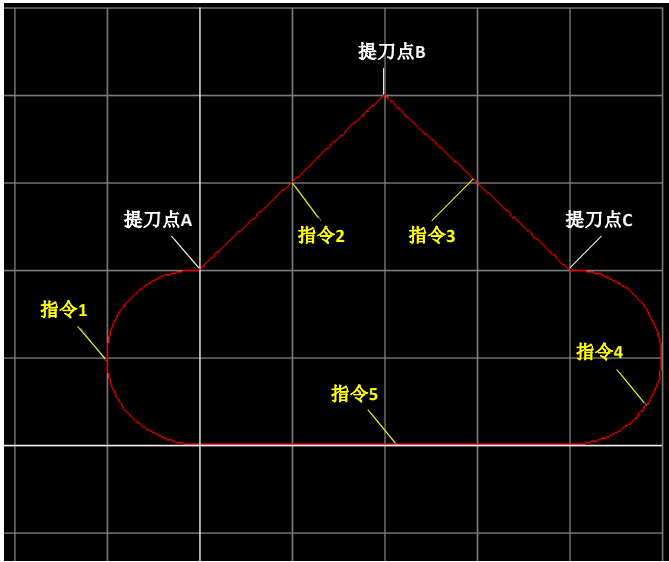
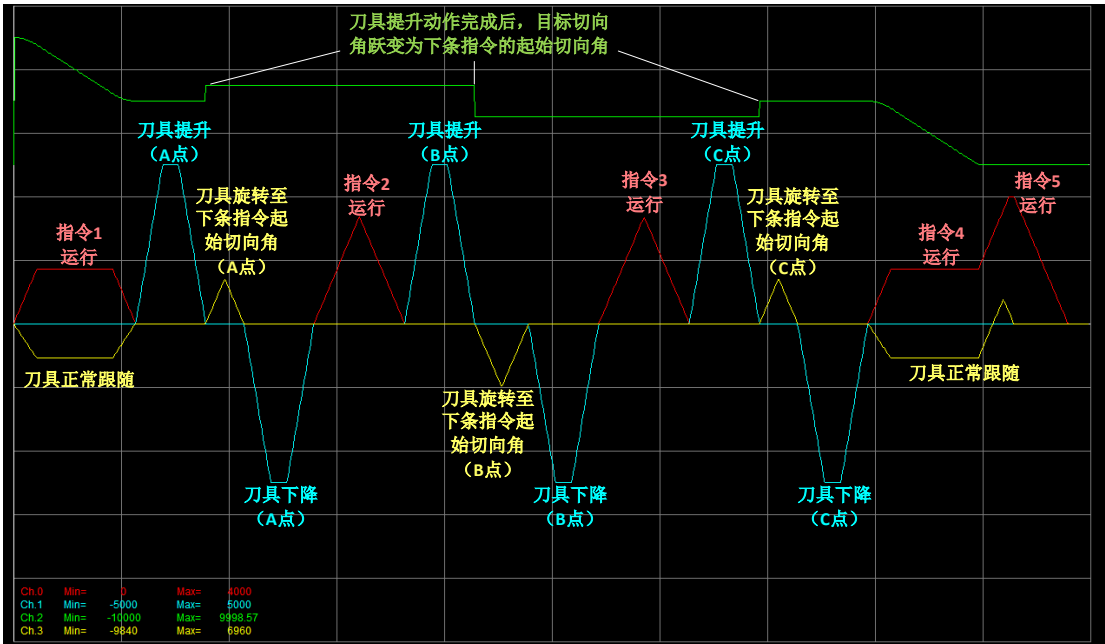

图 184 切向追踪主轴 XY 插补轨迹
图 185 切向追踪手动提刀模式运动过程曲线（主轴 XY 执行 圆弧+Move2d）
(2) 示例 2：手动抬刀
XY 插补路径同 (1)。往 C 轴中投送 HMC_MoveTang 指令，设定为手动抬刀模式，其它参数同 (1) 中设置。ST 程序如下。主轴 XY 插补轨迹如图 184 所示，各阶段运动过程曲线如图 185 所示。由图可知与 (1) 中自动提刀模式下的结果完全相同。